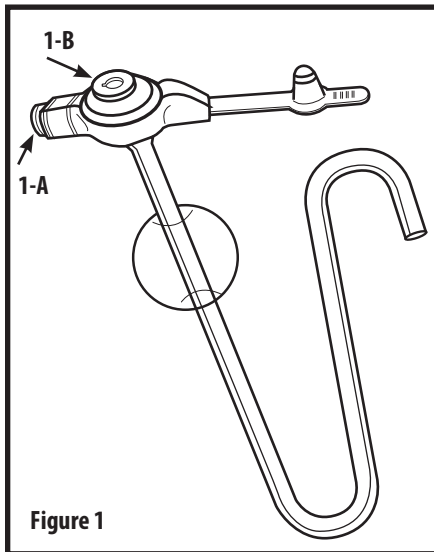

Figure 1
2. Den Ballon mit der im Set enthaltenen 6-ml-Luer-Slip-Spritze mit 5 ml sterilem oder destilliertem Wasser durch den Ballonport (**Abb. 1-A**) auffüllen.
4. Mit einer 6-ml-Luer-Slip-Spritze Wasser durch den Jejunallport (**Abb. 1-B**) spülen, um die Durchgängigkeit sicherzustellen.